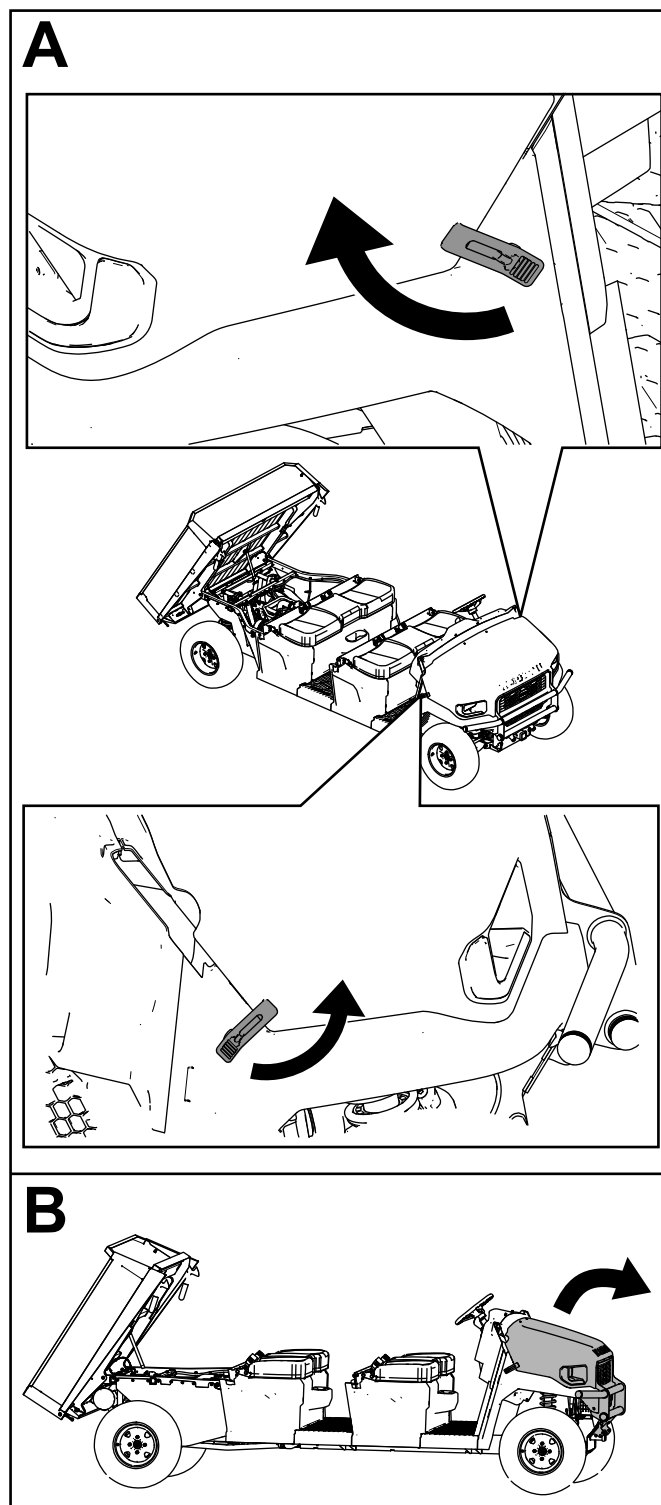

Figure 31
2. Ouvrez le capot (Figure 31).